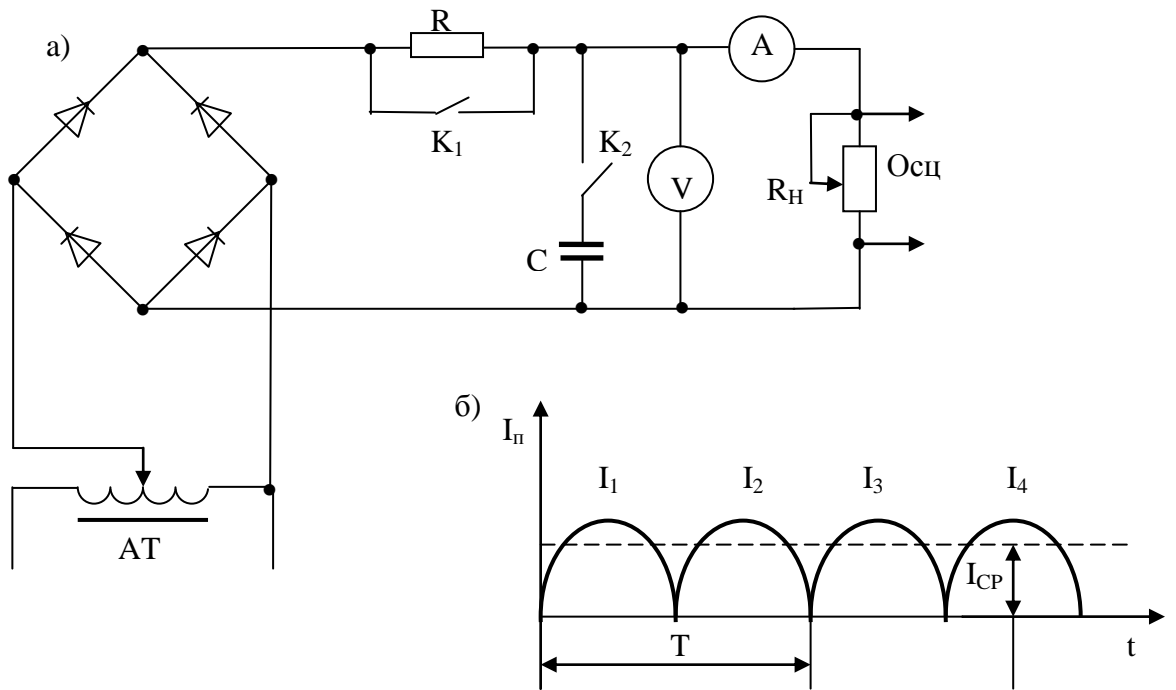

рис. 5.2:
Схемы двухполупериодных мостовых выпрямителей получили широкое распространение (рис. 5.2а). В этой схеме выпрямителя ток протекает через нагрузку в обоих полупериодах (рис. 5.2б).
- В этом случае рассмотрим ток как функцию R_n (рис. 5.2, а).